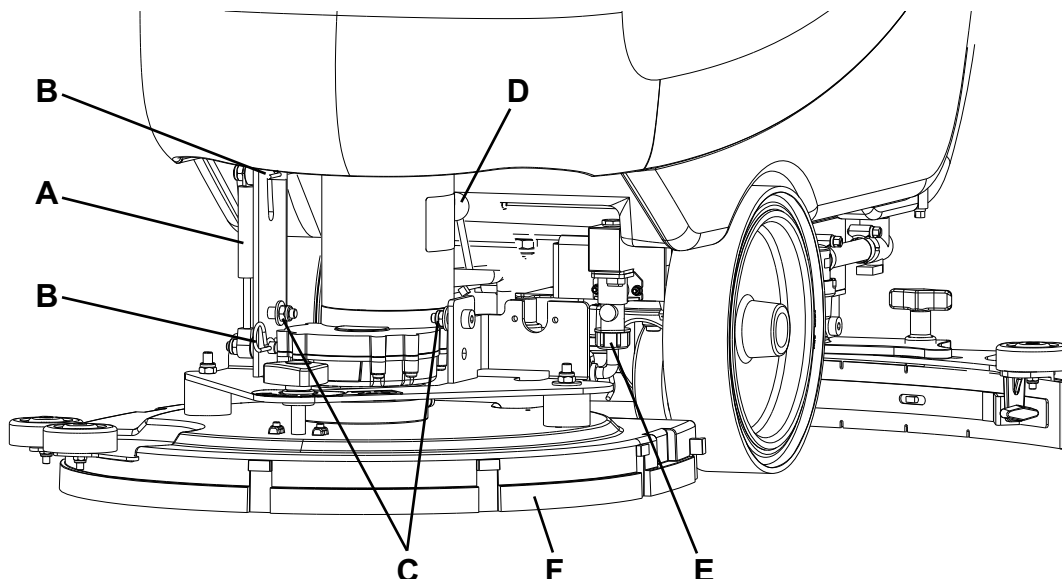

Abbildung 11
3. Den Bürsten-/Padhalterkopf mittels des Pedals (11) senken.
4. Falls vorhanden, die Splinten (B, Abb. 11) und die Gasfeder (A) entfernen.
5. Die elektrische Verbindung (D) der Motoren der Bürsten/Padhalter lösen.
6. Die Verbindung (E) von der Leitung der Reinigungslösung lösen.
7. Die Schrauben (C) entfernen, dann den Bürsten-/Padhalterkopf (F) entfernen.